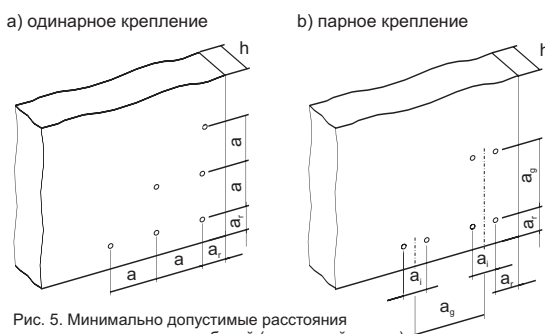

Рис. 5. Минимально допустимые расстояния между осями соседних дюбелей (межосевой отступ) и от края простенка или шва кладки (краевой отступ).
5. Слишком близкое расположение двух соседних дюбелей может привести к ослаблению материала основы. Установка дюбеля в непосредственной близости от края строительного элемента, к которому производится крепление может привести к растрескиванию или скалыванию материала строительной основы. Пример рекомендованных межосевых и краевых отступов для рамного дюбеля KEW RD 10 представлен на рис. 5.